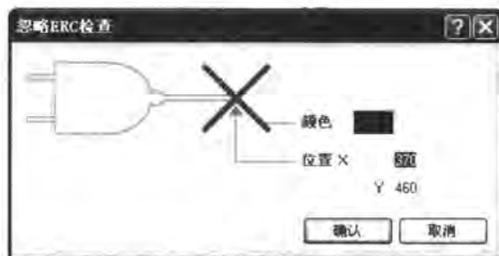

图 3-97 属性设置
- [3] 双击所放置的忽略 ERC 检查符号（或在放置状态下按 **Tab** 键），打开相应的【忽略 ERC 检查】对话框，可进行属性设置，如图 3-97 所示。